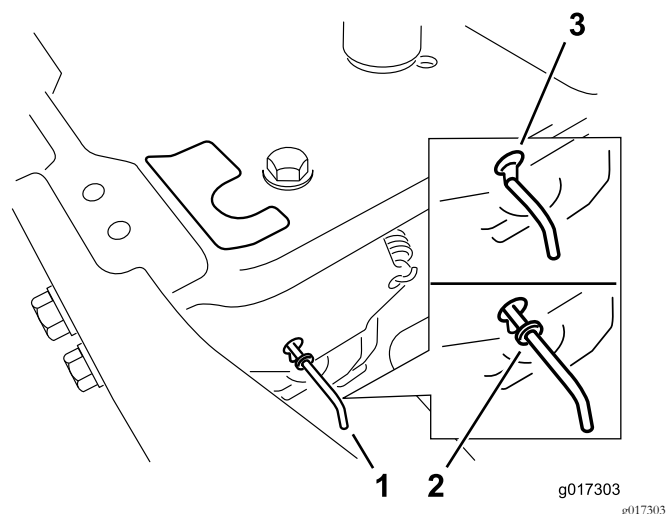

Figura 30
4. Mova as alavancas de derivação para frente através do orifício da chave e para baixo para as bloquear no lugar (Figura 30).
Mova as alavancas de derivação para trás através do orifício da chave e para baixo para as bloquear no lugar, como se mostra na Figura 30.